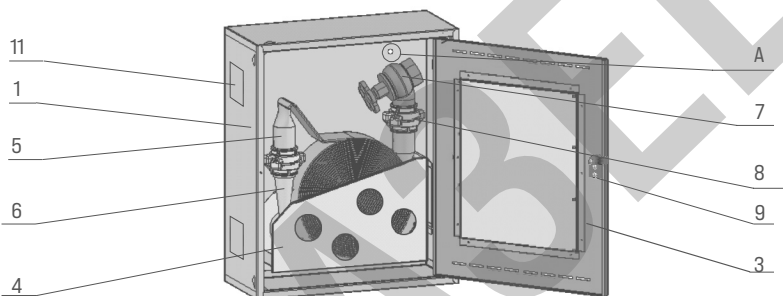

Рисунок 1- Кран пожарный комплектный ПРЕСТИЖ-01-Н
Пожарный шкаф ПРЕСТИЖ (см. рис.1) состоит из корпуса 1, рамы 2, двери 3, кассеты рукавной 4, в которую укладывается в двойную скатку пожарный рукав 5, к которому присоединяется ствол пожарный 6 и пожарный клапан 7 через головку муфтовую 8. Дверь 3 запирается на подъемно-поворотный замок 9. Рукавная кассета в зависимости от расположения трубопроводов у потребителя может располагаться в корпусе в верхнем или нижнем положении. На боковых поверхностях корпуса 1 имеются четыре заглушки 11, одну из которых в зависимости от расположения трубопроводов у потребителя необходимо удалить. Шкафы могут поставляться красного или белого цвета (либо согласованного с заказчиком цвета), и открытого (с окнами в дверях) или закрытого (без окон в дверях) исполнений.
2) Монтаж крана комплектного типоразмера 01-Н (см. рисунок 1) осуществляется через отверстие А в задней стенке корпуса шкафа